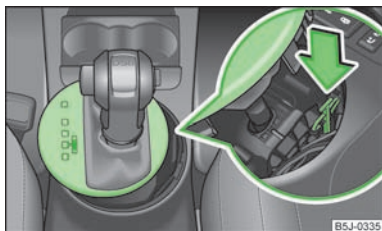

Fig. 88
- Com um dedo, pressione a peça amarela plástica no sentido da seta » Fig. 88.